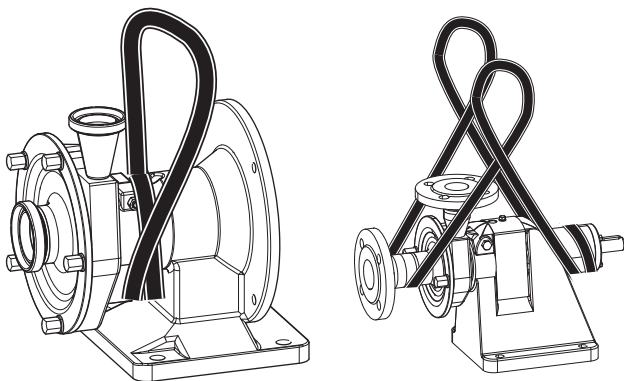

fig. 53 Transport med kran
1. Læg slyngen to gange om lanternen (se fig. 53 „Transport med kran“).
1. Læg slyngen to gange om legebukkers bagerste ende (se fig. 53 „Transport med kran“).